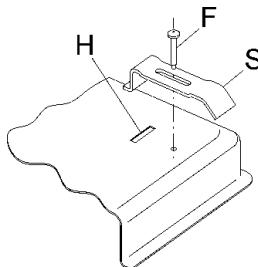

FIG. 10
- Se blocheaza cu elementele de prindere "S", avand grija sa se introduca marginea indoita in orificiul "H", apoi se strange surubul "F" pana cand elementul de prindere "S" se blocheaza pe blat (fig. 10).